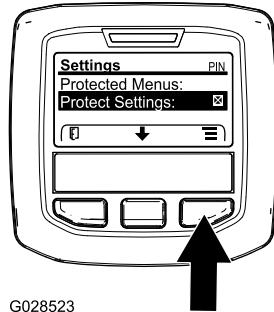

Figura 10
- Dal MENU PRINCIPALE, premete il pulsante centrale per scorrere fino al MENU IMPOSTAZIONI, poi premete il pulsante destro (Figura 10).